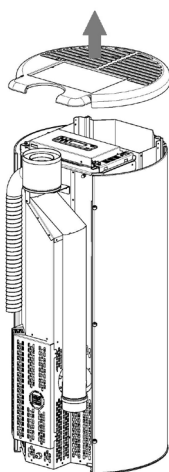

Fig. 72 - Desmontaje de la tapa
- Desmonte la tapa de fundición (vea **Fig. 72**).